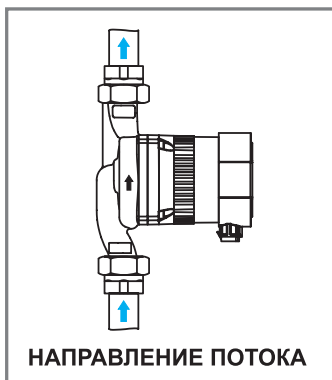

Рис.3 Направление потока циркуляционного насоса.
6.1.9. Направление движения жидкости через циркуляционный насос указано на его корпусе стрелкой (см. Рис.3).